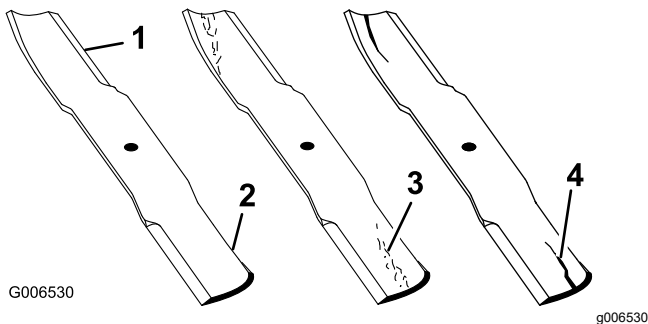

Figura 111
2. Verificate accuratamente i taglienti (con particolare attenzione ai punti d'incontro delle sezioni piatta e curva della lama), come illustrato nella Figura 111.
Nota: Sabbia e materiali abrasivi possono consumare il metallo che connette le sezioni piatta e curva della lama, per cui si consiglia di controllare la lama prima di usare il tosaerba. Se riscontrate segni di usura, sostituite la lama (Figura 111).